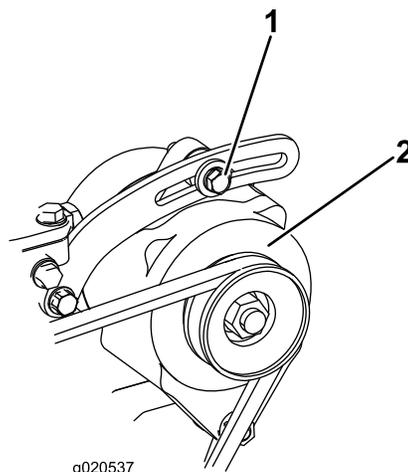

Figura 52
Verifique o estado e a tensão das correias (Figura 52) após cada 100 horas de funcionamento.
2. Se a deslocação obtida não for igual a 10 mm, deve desapertar os parafusos de montagem do alternador (Figura 52). Aumente ou diminua a tensão da correia do alternador e aperte os parafusos. Verifique uma vez mais a deslocação da correia para se certificar de que a tensão está correta.